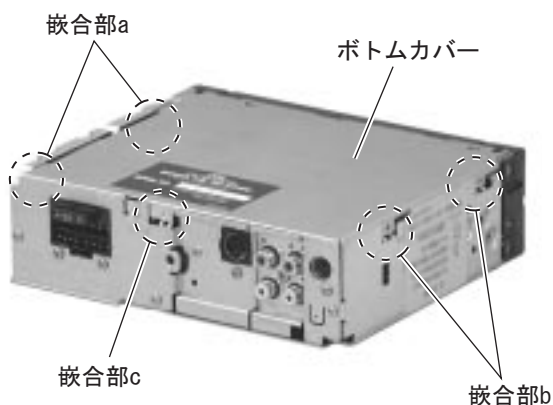

図2
■ボトムカバーの外し方 (図2, 3参照)
(図2, 3参照)